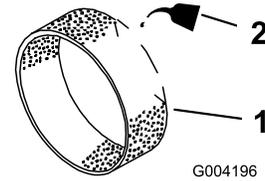

Figura 44
3. Aggiungete 30-60 ml d'olio nel prefiltro (Figura 44).